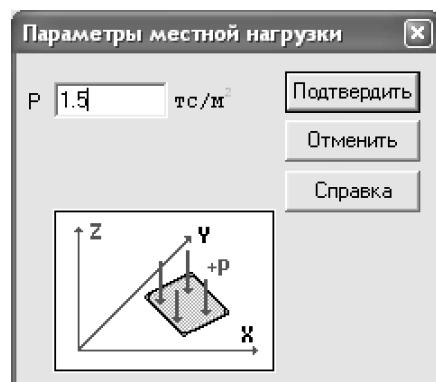

Рис.4.19. Диалоговое окно
- В этом окне задайте интенсивность нагрузки $P = 0.08 \text{ тс}/\text{м}^2$ (рис.4.19).